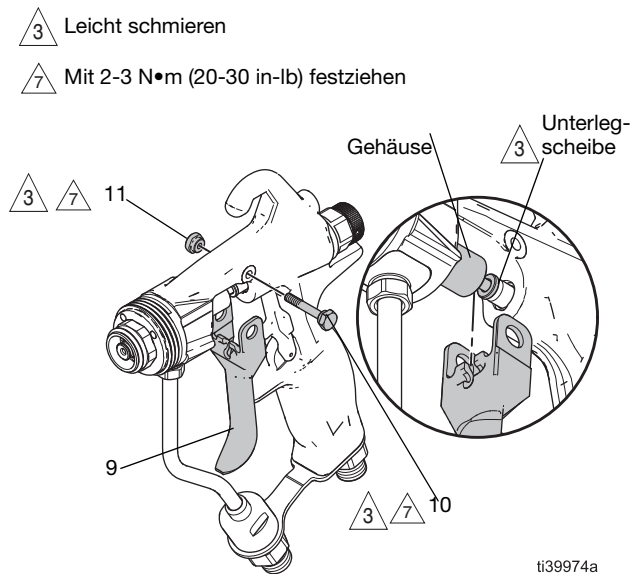

ABB. 43: Einbau der Luftpatrone
Reinigung des Luftpatronengehäuses	ABB. 43 auf Seite 30
3. Baugruppe (21) aus der Pistole herausschieben.
5. Die Luftpatronenspitze schmieren und die Luftpatronenbaugruppe (21) auf der Rückseite der Pistole anschrauben. Mit 24-25 N•m (220 in-lb) festziehen. Siehe ABB. 43.
7. Die Luftventildüse (21a) schmieren und auf der Rückseite der Pistole anschrauben. Mit 24-25 N•m (220-230 in-lb) festziehen. Siehe ABB. 43.
2. Die Luftpatronenbaugruppe (21) mit dem Pistolenwerkzeug (29) auf der Rückseite der Pistole lösen.
3. Die Luftpatronenbaugruppe (21) aus der Pistole herausziehen. Siehe ABB. 43.
7. Die Luftventildüse (21a) schmieren und die Luftpatronenbaugruppe (21) auf der Rückseite der Pistole anbringen. Mit 24-25 N•m (220-230 in-lb) festziehen. Siehe ABB. 43.